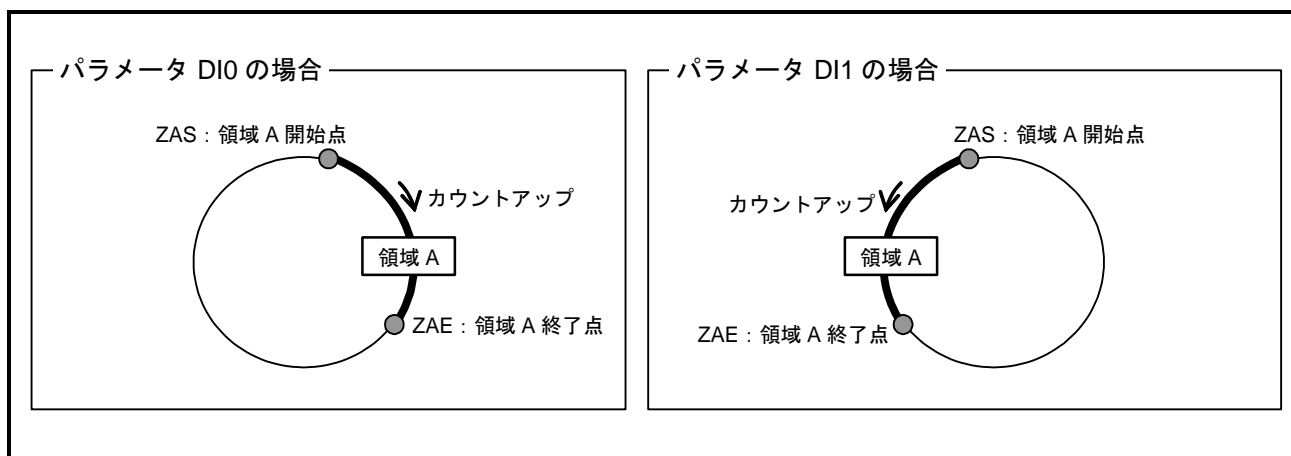

図 8-6 : 領域の設定方法
- 通知する領域は、パラメータ ZAS : 領域 A 開始点, パラメータ ZAE : 領域 A 終了点 で設定します。領域は「図 8-6 : 領域の設定方法」のように、領域開始点から座標カウントアップ方向に領域点までとなります。